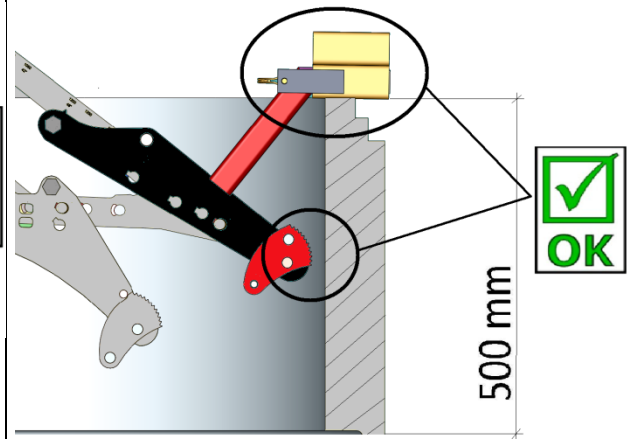

Bild 4
**Bild 4** zeigt einen Schachtring mit einer höheren Bauhöhe wie 250 mm (z.B. 500 mm) **mit** eingesetzten „Adaptersatz“ (44000079) für den normalen Gebrauch der SVZ-UNI.